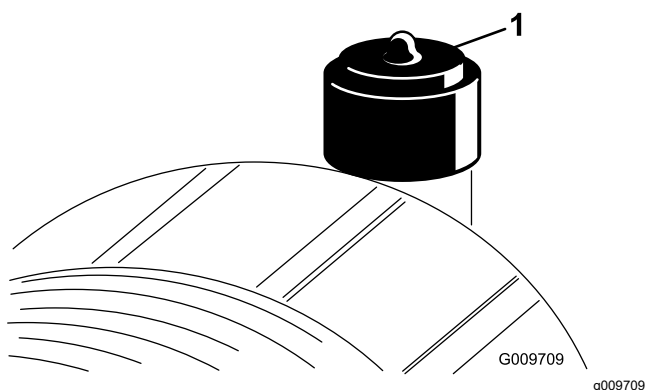

図 81
エアクリーナのフィルタの整備は、インジケータ図 81 が赤色になってから行ってください。早めに整備を行っても意味がありません。むしろフィルタを外したときにエンジン内部に異物を入れてしまう危険が大きくなります。
2. インジェクタ図 81 が赤になっている場合はリセットする。